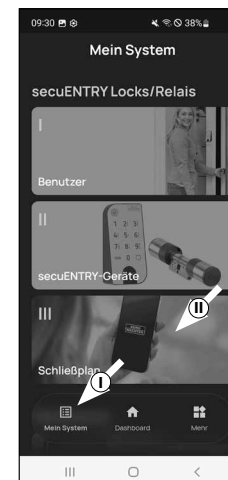

Fig. 1
2 Abra o menu "Meu sistema" (I) (Fig. 1)
3 Toque no terceiro item do menu "III - Plano de bloqueio" (II) (Fig. 1).